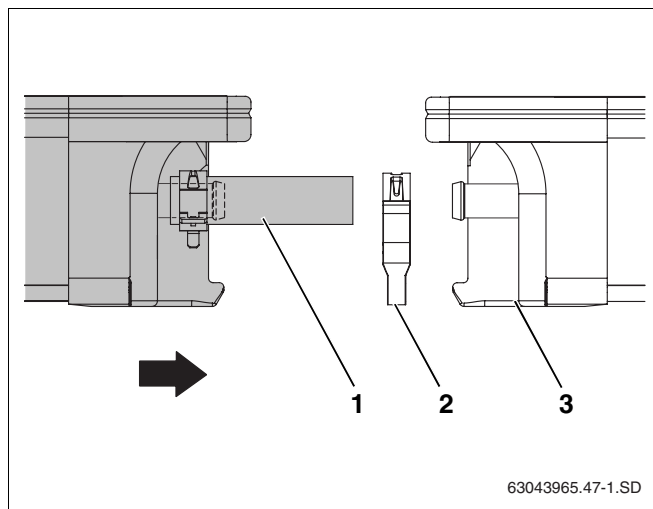

Рис. 27 Соединить второй коллектор с первым
- Второй коллектор вместе с установленным заранее шлангами (рис. 27, поз. 1) должен встать в крепление от сползания.
- Надеть второй пружинный хомут (рис. 27, поз. 2) на шланг солнечного коллектора.
- Придвинуть второй коллектор к первому (рис. 27, поз. 2) так, чтобы шланги наделись на левые штуцеры первого коллектора.